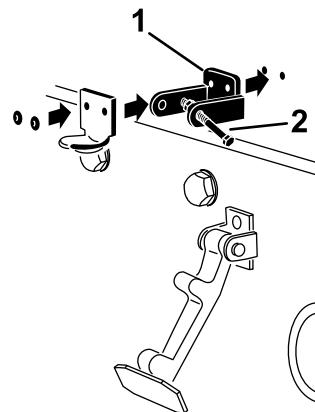

Рисунок 7
4. Совместите монтажные отверстия, поместите стопорный кронштейн стандарта CE и кронштейн защелки капота на капот (Рисунок 7).
6. Приклепайте кронштейны и шайбы к капоту (Рисунок 7).